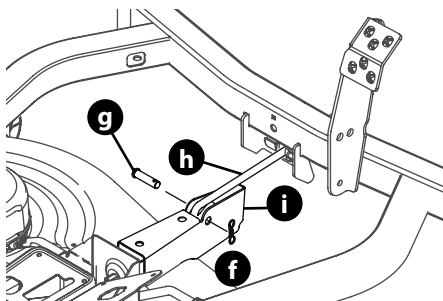

Figura 41
- Extraiga el tercer pasador con unión curva (f) del pasador de horquilla (g) que sujeta la varilla de control de la plataforma delantera (h) al soporte delantero de elevación de la plataforma (i) (Figura 41). Extraiga los pasadores de horquilla (g).